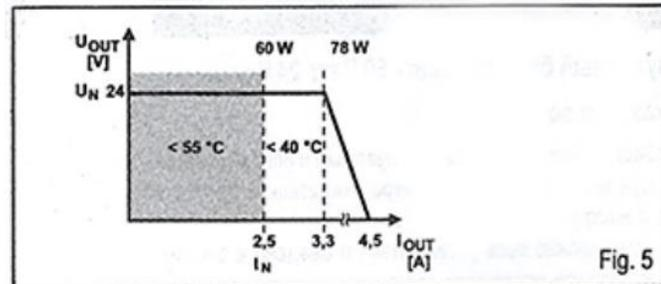

Fig. 5
5. Sortie 2, Fig. 5
Le raccordement 24 VDC se fait par les connexions à visser, borne (+) et borne (-). La tension de sortie est préréglée sur 24VDC. Ce produit est protégé électroniquement contre les courts circuits ainsi que le fonctionnement à vide. Intensité de sortie. (Se référer à la Figure 5).